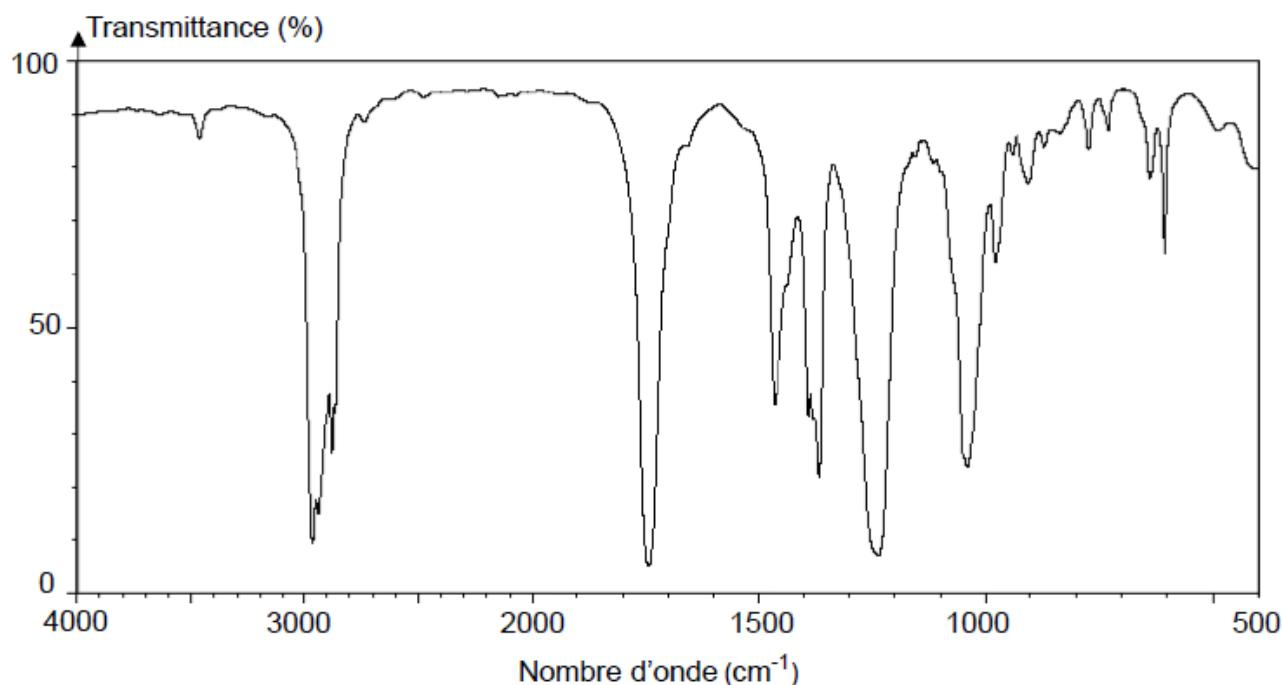

Figure 1 : Spectre infrarouge de l'un des deux isomères
**Q3-** Justifier que le spectre infrarouge présenté sur la figure 1 ci-après peut correspondre aux deux isomères A et B.